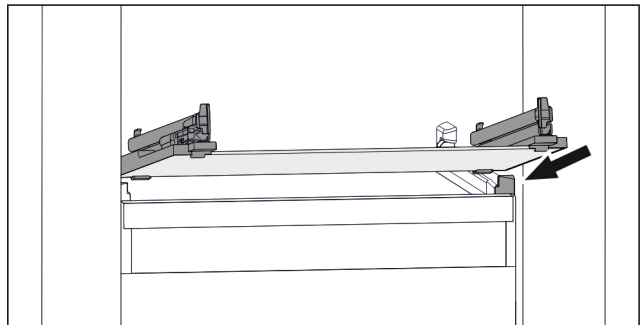

Fig. 140 Beispielhafte Darstellung der Glasplatte
- ▶ Glasplatte schräg hinter den Stopperrahmen aufsetzen. (siehe Fig. 140)